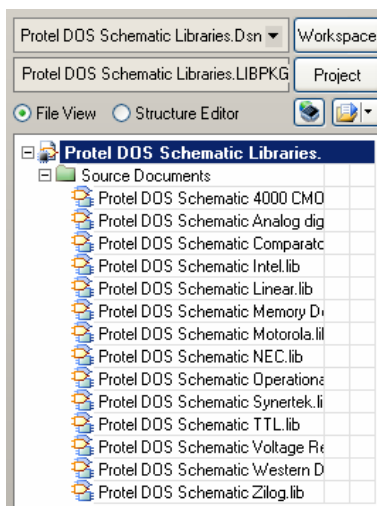

图 5.35 “Protel DOS Schematic Libraries.DsnWrk”工作台
(3) 单击如图 5.35 所示的“Confirm”消息框中的“Yes”按钮，系统创建如图 6.57 所示的“Protel DOS Schematic Libraries.DsnWrk”工作台。